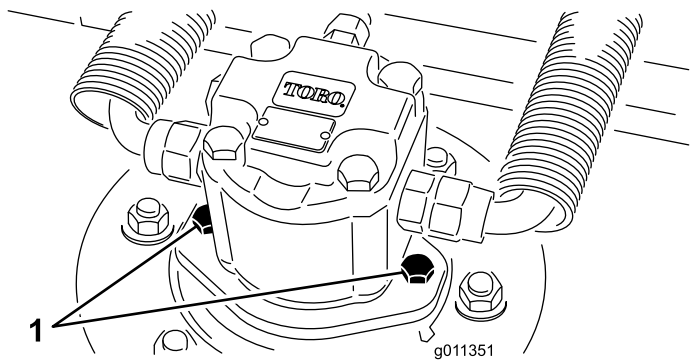

Figura 79
2. Scollegate e staccate il motore idraulico dall'apparato di taglio (Figura 79). Coprite la parte superiore del fusello per impedire che venga contaminato.
3. Montate il motore idraulico sull'apparato di taglio (Figura 79). Verificate che l'anello toroidale sia in sede e non sia danneggiato.